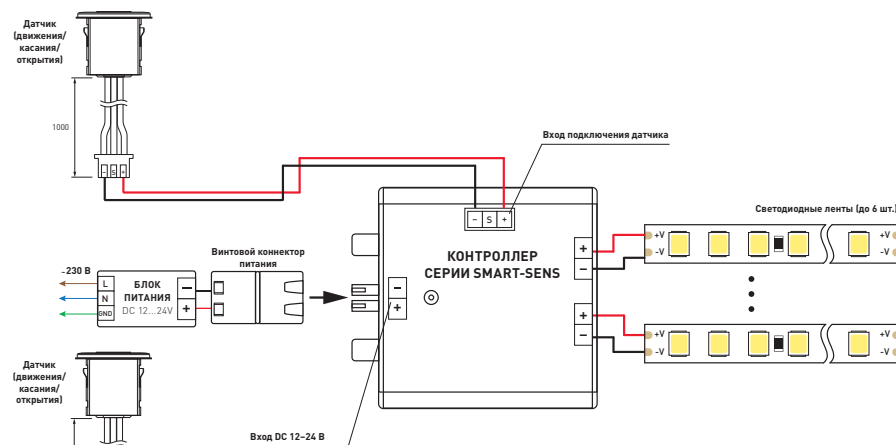

Рис. 2. Схема подключения контроллера при помощи коннектора
- Подключите контроллер согласно одной из схем на рис. 2–3.